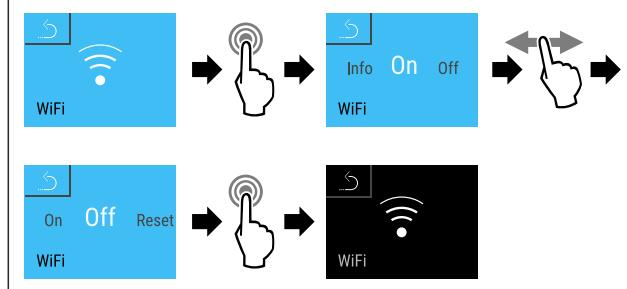

Fig. 120
- Seguir los pasos de procedimiento (consulte Fig. 120).